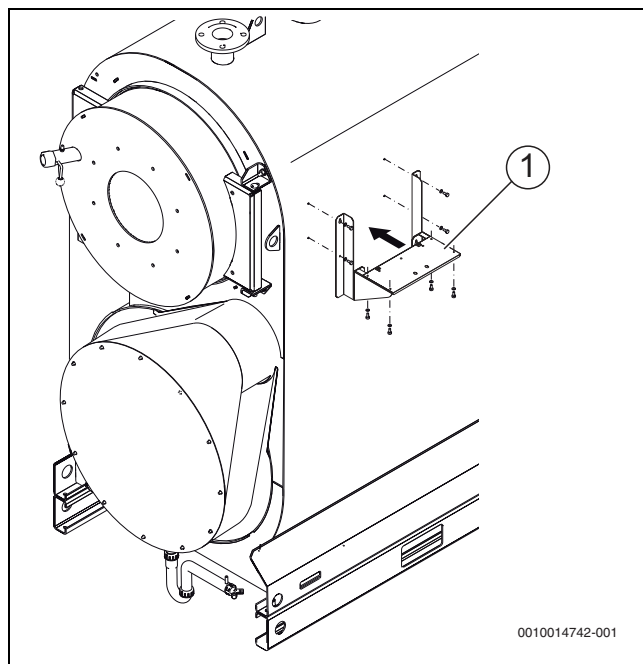

Fig. 21 Montarea suportului automatizării
- ▶ Fixați suportul automatizării (→ fig. 21, [1], pagina 23) cu ajutorul șuruburilor pentru tablă atașate.